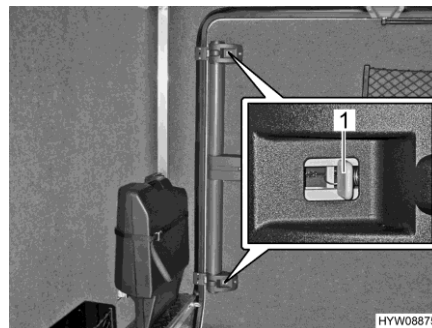

Bild 58 Garagedörr (nödupplåsning inifrån)
- Tryck den grå spjällen (Bild 58,1) på det övre och nedre låset i riktning mot dörrens mitt.